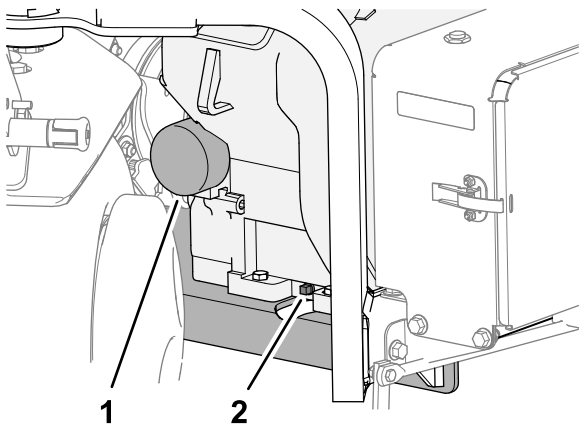

Bild 150
3. Stellen Sie eine Auffangwanne unter die Ölablassschraube und entfernen Sie die Schraube (Bild 150).
1. Stellen Sie eine Auffangwanne unter den Filter und entfernen Sie den Filter (Bild 150).
6. Schrauben Sie den ÖlfILTER in den Filteradapter ein, bis die Dichtung den Filteradapter berührt (Bild 150). Ziehen Sie dann den Filter um eine weitere halbe Umdrehung fester.